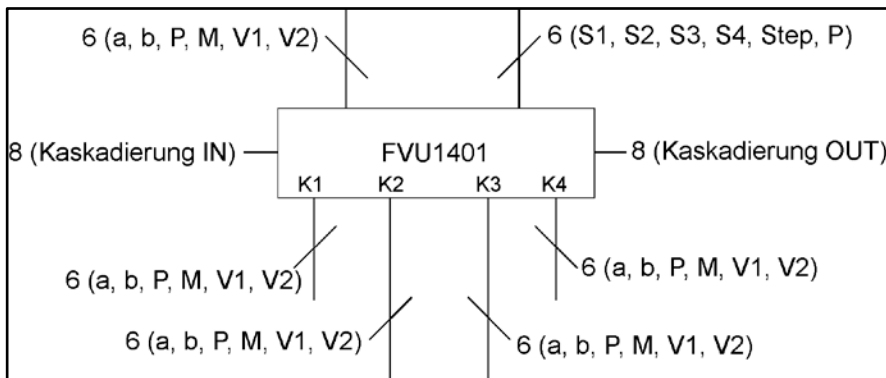

Abb. 4: Anschlussplan
- ▶ Schließen Sie die Leitungen a, b, P, M, V1 und V2 gemäß Beschriftung an (Abb. 4).